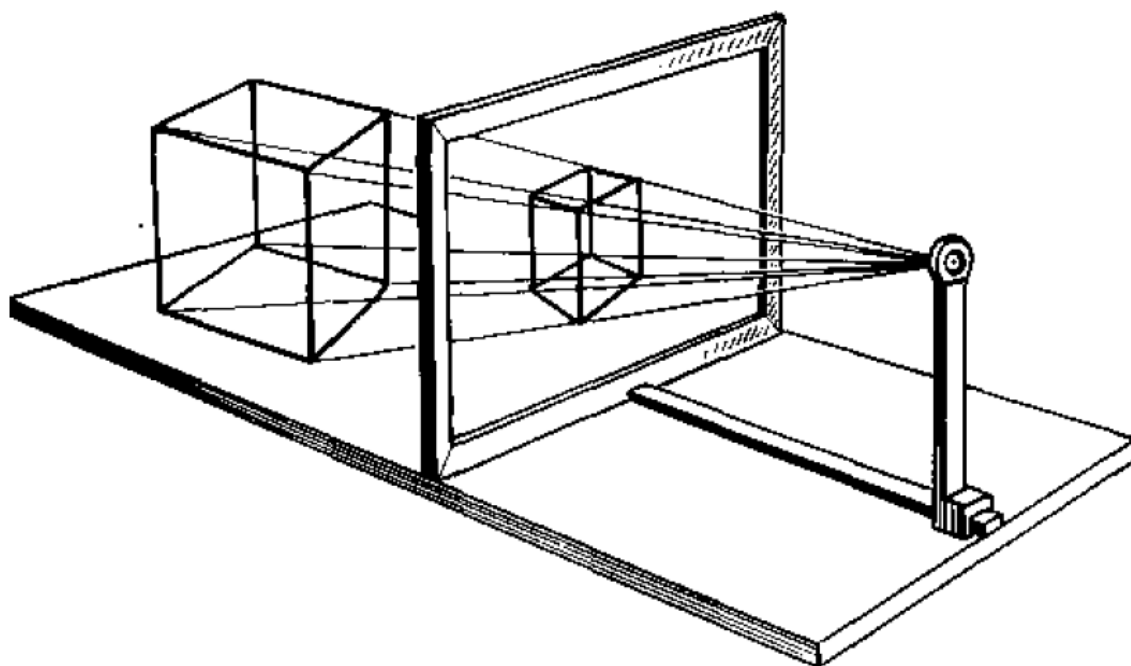

Рисунок 7 – Перспективное изображение объемного предмета
1.4. Поле зрения – это пространство, охватываемое глазом при взгляде, имеющем одно определенное направление. Границы поля зрения охватывают большую часть пространства, но наиболее четко глаз видит предмет в середине поля зрения. То, что попадает в середину поля зрения, и должно быть изображено в перспективном рисунке. Изображение предметов на плоскости подчинено законам перспективы (рисунок 7).